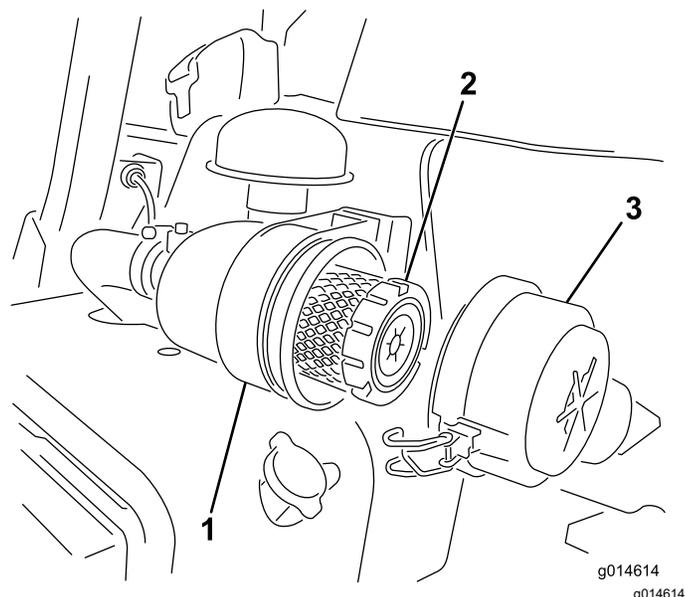

Рисунок 31
1. Отпустите защелки, фиксирующие крышку воздухоочистителя на его корпусе (Рисунок 31).
7. Зафиксируйте защелки (Рисунок 31).